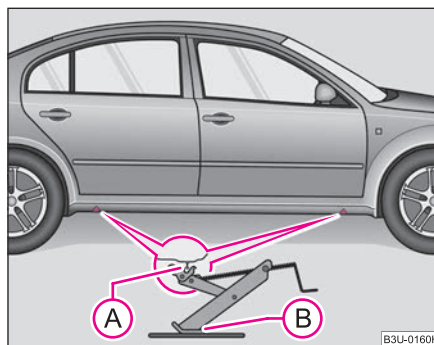

**Fig. 195 Sostituzione di una ruota: punti di applicazione del martinetto**
- Applicare il martinetto nel punto del longherone inferiore più vicino alla ruota da sostituire ⇒ **fig. 195**.